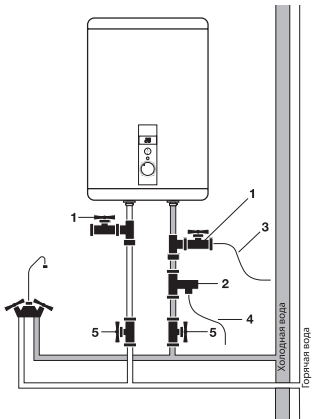

Рис. 5
- Присоедините дренажный шланг (позиция 3 на рис. 5) к запорному крану на тройнике на входе холодной воды в водонагреватель и направьте его в канализацию, либо в место слива воды. Откройте запорный кран и дождитесь полного слива воды.
лей (позиция 5 на рис. 5) на линии подачи холодной воды в водонагреватель и на линии выхода горячей. Индивидуальные запорные вентили по линии горячей и холодной воды, должны быть в закрытом состоянии в период неиспользования водонагревателя, проведении профилактических и техно-логических работ на линии водоснабжения. Установка и правильное использование запорных вентилей является обязательным условием при предоставлении гарантийного обслуживания, а так же залогом длительной и безаварийной работы водонагревателя. Для упрощения процесса слива воды из водонагревателя рекомендуется на входе и выходе воды из водонагревателя установить тройники (позиция 1 на рис. 5).
Во избежание протечек при подключении трубопровода на концы резьбовых соединений следует установить комплектные резиновые уплотнительные прокладки. Если необходимо реализовать систему водоснабжения на несколько водоразборных точек, используйте способ соединения (см. рис. 5 и 5а).
Рис. 5а